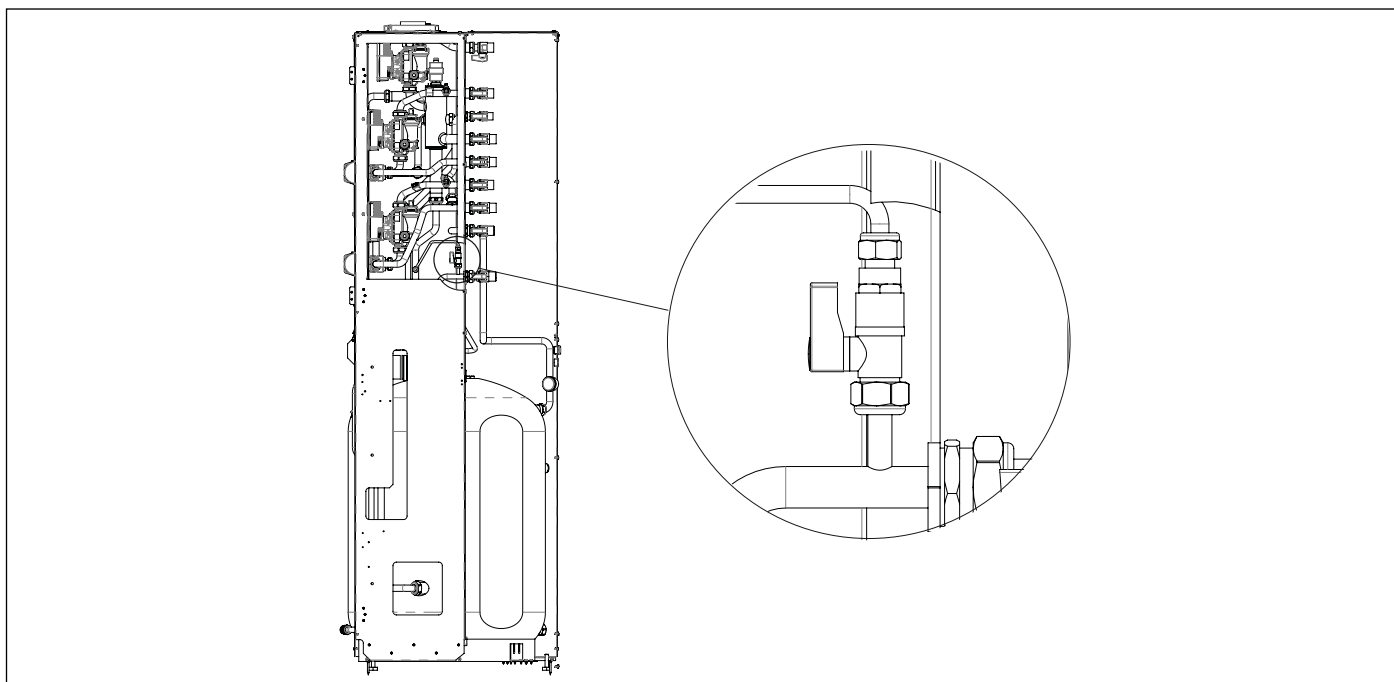

Fig. 2 Robinet de umplere
În cazul în care eroarea **E04** de blocare cauzată de presiune insuficientă în instalație luminează intermitent (semnalând o acțiune a presostatului de apă de siguranță) umpleți instalația acționând asupra robinetului de umplere în Fig. 2 Robinet de umplere. Eroarea **E04** este afișată atunci când presiunea în instalație scade sub valoarea de 0,4 bari și eroarea se resetează automat atunci când presiunea instalației atinge pragul de 1,0 bar. Presiunea în centrala la rece trebuie să atingă $1 \pm 1,3$ bar.
- rotiți robinetului de umplere Fig. 2 Robinet de umplere în sens antiorar pentru a permite intrarea apei în centrală;